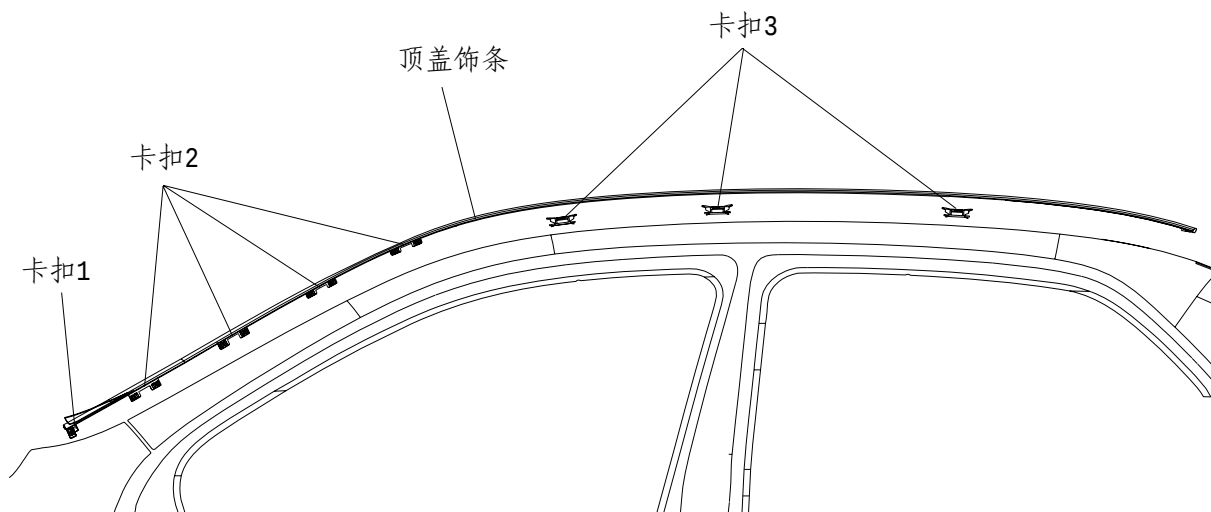

图 2-4-1
(1) 卸下前翼子板。
(2) 按图 2-4-1 用手夹紧卡扣推出卡孔。